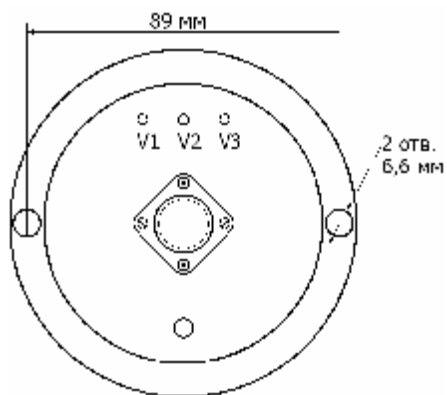

Рис. 3
1.4.2 Для контроля и регулировки уровня сигнала пламени служат двухцветный светодиод V1, зеленые светодиоды V2,V3 и потенциометр (см. рис. 3). Назначение светодиодов приведено в таблице 4.